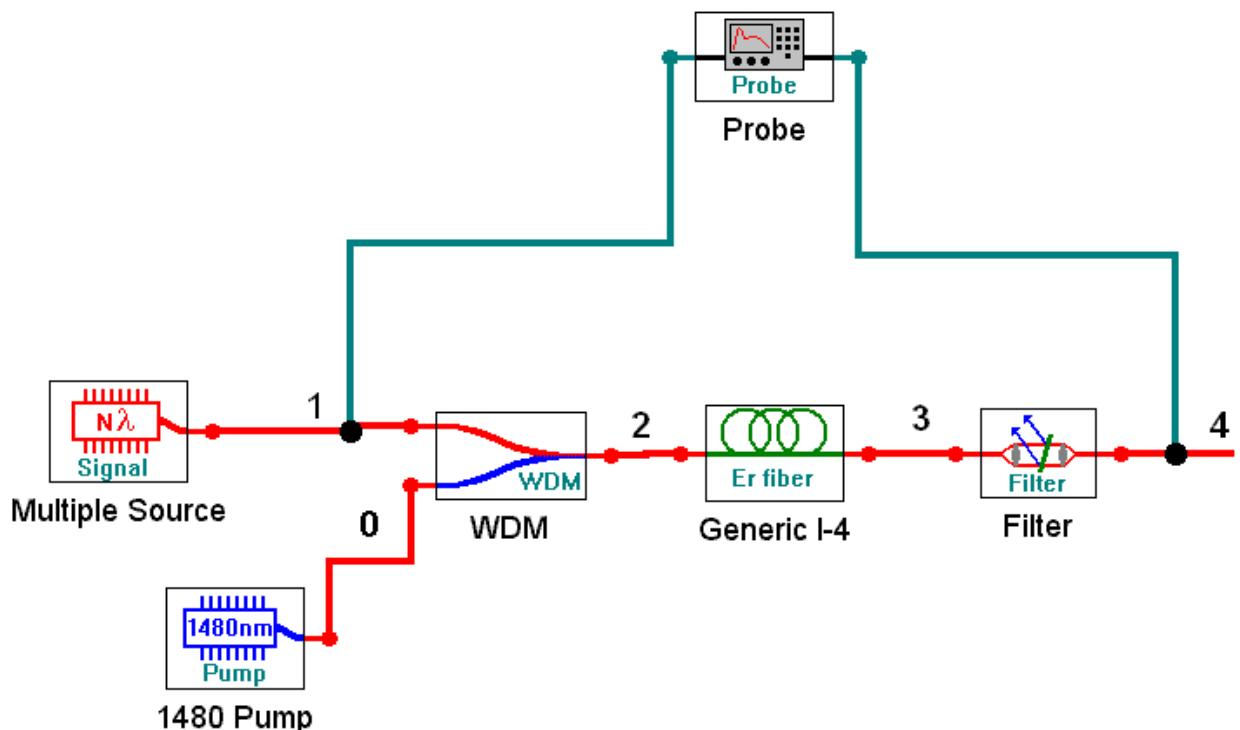

Рис. 2.1. Упрощенная схема ОУ на ОВ, легированном эрбием с попутной накачкой
2. Соберите схему исследования эрбиевого ОУ с попутной накачкой (рис. 2.1). Установите параметры источника излучения *Nλ signal*, оставив в диапазоне от 1520 до 1560 нм 11 длин волн с уровнем мощности -30 дБм. Установите длину эрбиевого ОВ и длину волны накачки согласно таблице 1.1. Установите уровень мощности накачки 20 дБм.